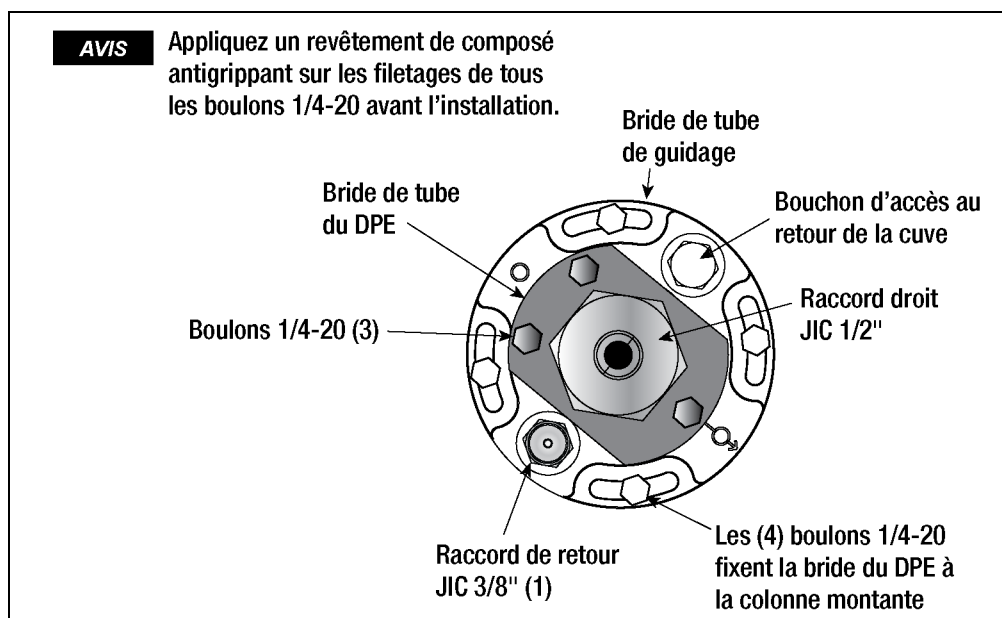
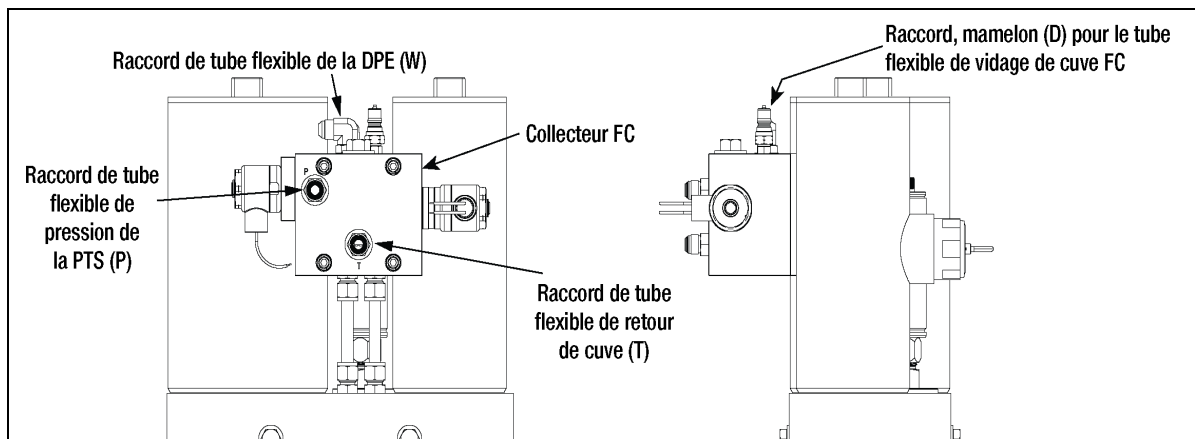
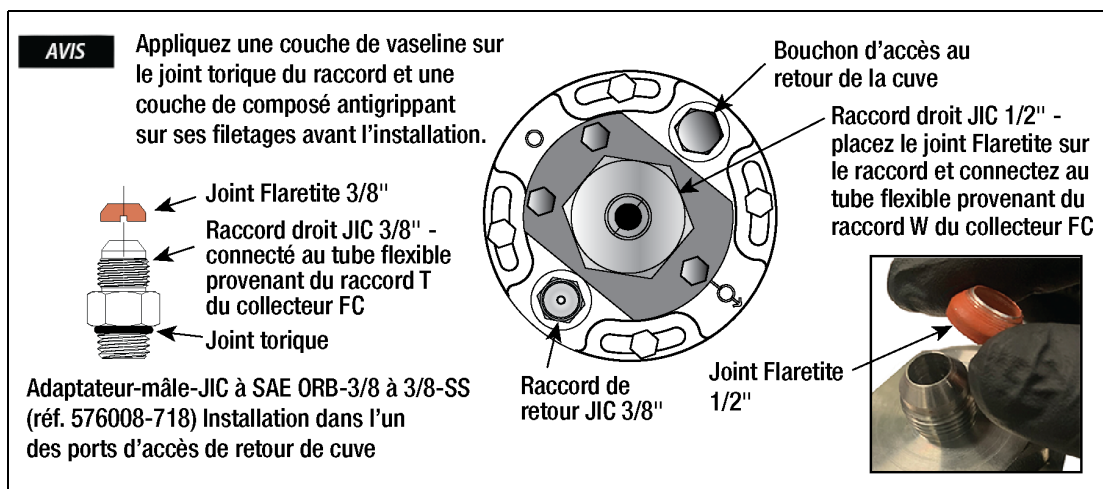

Figure 10. Fixation de la bride du DPE sur la bride du tube de guidage
Figure 20. Raccords du tube flexible du collecteur
Figure 21. Raccords du tube flexible du DPE
- Placez un joint Flaretite 1/2" du kit sur le raccord mâle JIC 1/2" avec le symbole P à l'avant du collecteur, et raccordez-y le raccord droit JIC 1/2" du tube flexible (voir Figure 20). Serrez les raccords aux deux extrémités du tube flexible.
- Selon l'accessibilité, le raccord de retour de la cuve peut être déplacé vers n'importe quel port d'accès de retour de cuve sur la bride du tube de guidage (voir Figure 21). Ce raccord est préinstallé.
5. Placez le joint Flaretite 3/8" du kit sur l'extrémité mâle JIC 3/8" du raccord adaptateur de retour de la cuve (Figure 21). Installez le raccord femelle coudé JIC 3/8" du tube flexible de vidage au raccord adaptateur de vidage mâle JIC 3/8".
6. Placez un joint Flaretite 1/2" du kit sur le raccord JIC 1/2" avec le symbole T à l'avant du collecteur, et raccordez-y le raccord droit JIC 1/2" du tube flexible de vidage (voir Figure 20). Serrez les raccords aux deux extrémités du tube flexible.
7. Placez un joint Flaretite 1/2" du kit sur le raccord mâle coudé JIC 1/2" avec le symbole W sur le haut du collecteur (voir Figure 20), et raccordez-y le raccord droit JIC 1/2" du tube flexible. Placez un joint Flaretite 1/2" du kit sur le raccord mâle droit JIC 1/2" sur le haut de la bride du DPE (voir Figure 21), et raccordez-y le raccord coudé JIC 1/2" du tube flexible (voir Figure 10). Serrez les raccords aux deux extrémités du tube flexible.